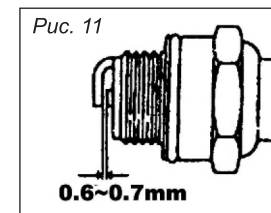

Рис. 11
**9.3. Свеча зажигания (рис. 11)**